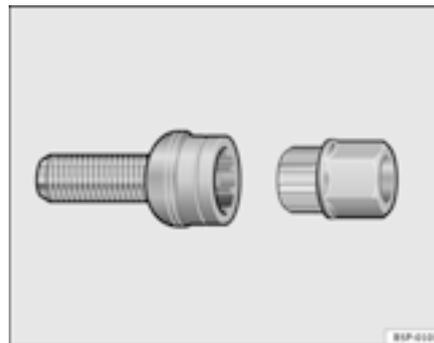

Fig. 140 Viti antifurto ▶
- Innestare l'adattatore nella vite antifurto, spingendolo fino in fondo ⇒ pag. 215, fig. 140.